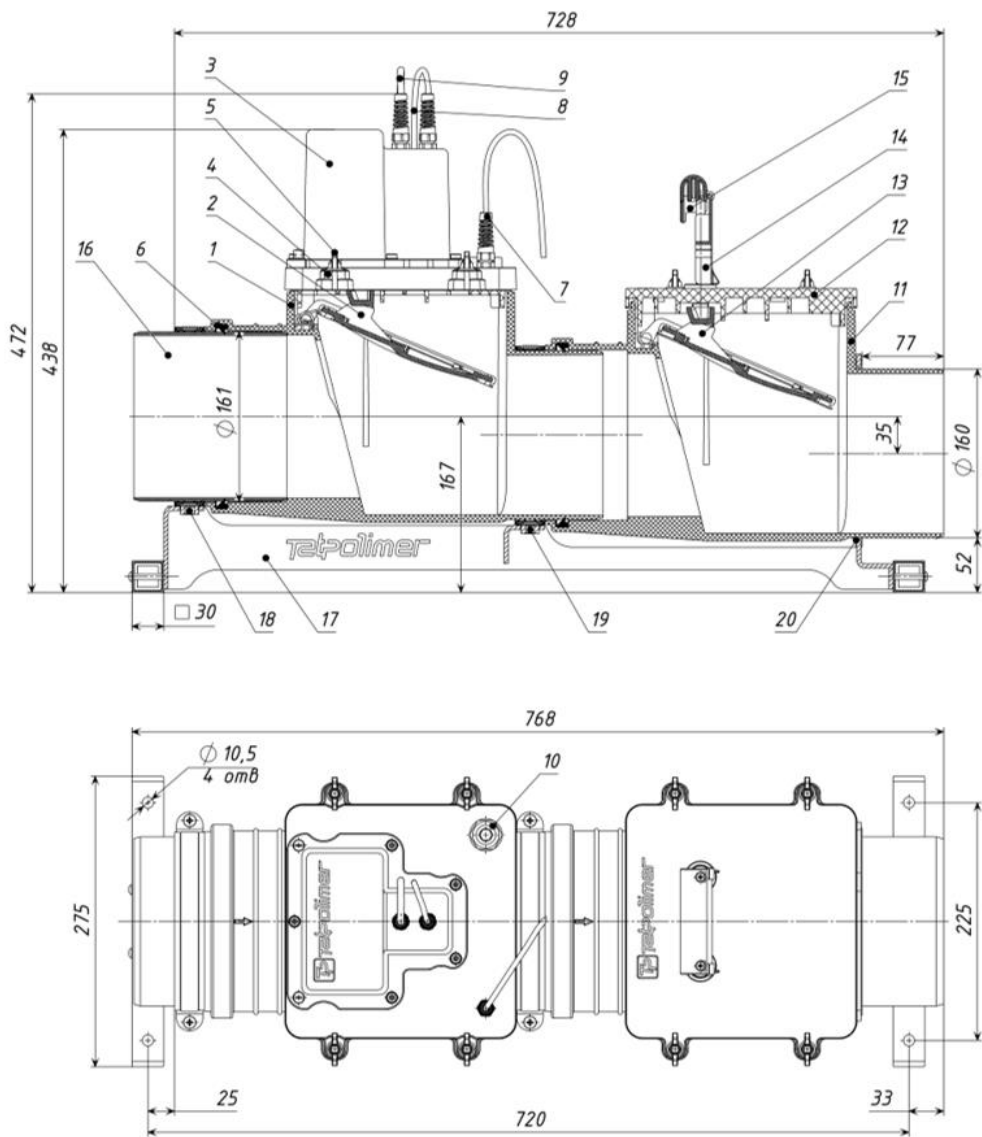
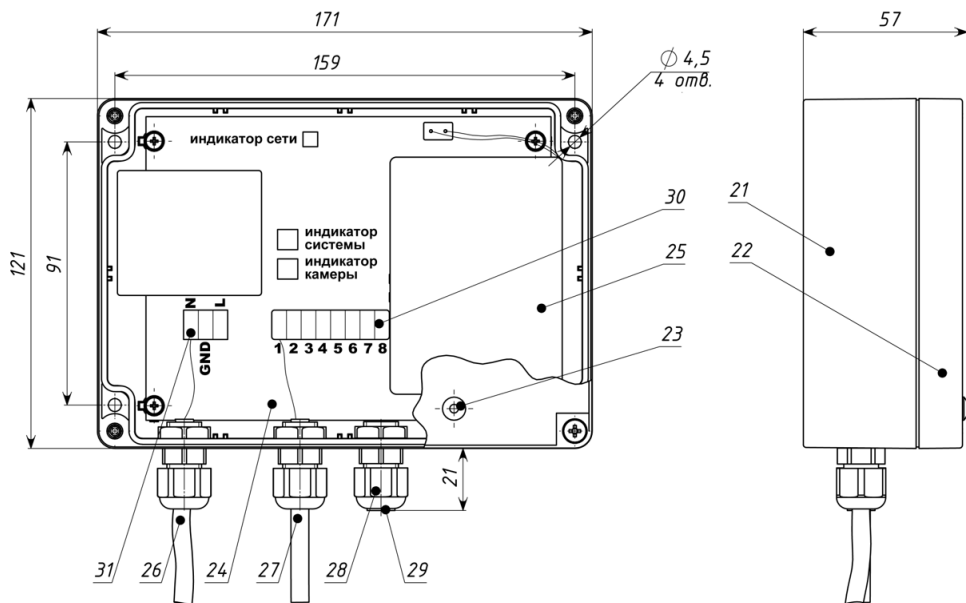
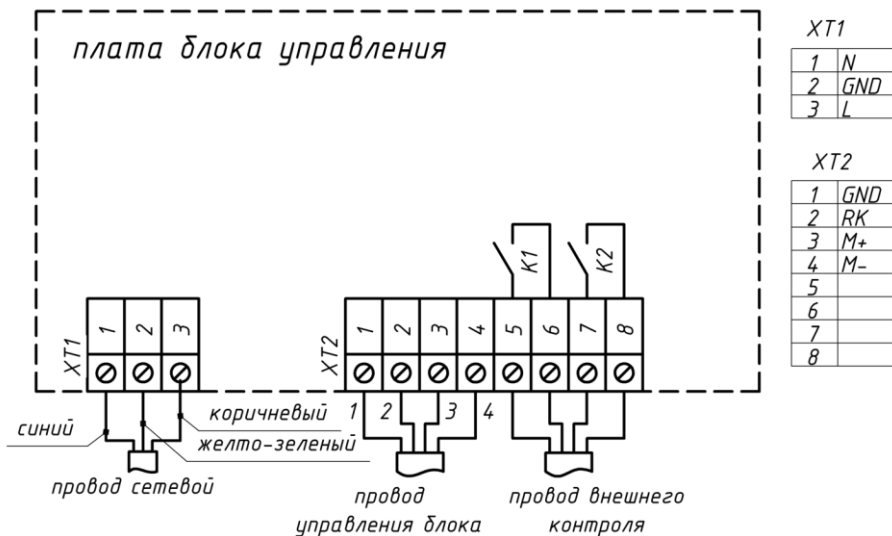

Рис. 1. Камеры на раме
Рис. 2. Блок управления
Рис. 3 Схема расположения контактов блока управления
Основные размеры приведены на рис. 1 и 2.
В состав камер затвора и рамы входят (рис. 1):
В состав блока управления входят (рис. 2):
Блок управления и камера с электроприводом электрически связаны между собой соединенными через разъем проводами 9 и 27 (рис. 1 и 2).
Система запирания затвора представляет собой две камеры, установленные последовательно и снабженные автоматическим электроприводом, а также ручным приводом с запирающими заслонками 2 и 13 (рис. 1). В **нормальном** режиме работы при отсутствии подтопления заслонки находятся в открытом положении. При этом на блоке управления (рис. 2) на индикаторе камеры сигналы отсутствуют, горят **зеленым** индикатор сети и системы. Контакты К1 и К2 (рис. 3) замкнуты.
Во время подтопления стоками выше 70% от внутреннего диаметра подающей трубы затвора, поступает сигнал с датчика 7 в блок управления. Микроконтроллер блока управления подает сигнал электроприводу на закрытие, заслонка 2 закрывается и перекрывает обратный ток стоков. На блоке управления при этом включается звуковой сигнал и загорается индикатор камеры сначала **синим** (обнаружение стоков), затем после закрытия – **красным** цветом (затвор закрыт). Контакты К1 (рис. 3) замкнуты, а контакты К2 разомкнуты.
В случае отключения электроэнергии устройство полностью сохраняет свою работоспособность в течение максимум 96 ч благодаря встроенному необслуживаемому аккумулятору. При этом на индикаторе сети сигнал отсутствует, индикатор системы горит **зеленым**, контакты К1 и К2 (рис. 3) разомкнуты. По мере разрядки аккумулятора на индикаторе системы (рис. 2) может периодически пульсировать или загораться **зеленый** цвет и подаваться звуковой сигнал.
Перед подсоединением затвора к канализационной магистрали нужно удалить транспортировочный патрубок 16 (рис. 1), отвернув для этого на переднем хомуте 18 два винта и снять верхнюю скобу хомута, затем подсоединить в место патрубка 16 канализационную трубу (компенсационный патрубок). После подсоединения затвора к канализационной трубе верхнюю скобу хомута 18 необходимо установить на место и надежно зафиксировать двумя винтами до плотного обжатия трубы. **Эксплуатация без закрепленной верхней скобы запрещена**, т.к. может привести к потере герметичности при подтоплении в результате смещения одной из камер затвора.
Для крепления блока предусмотрено 4 отверстия на корпусе 21 блока (рис. 2) диаметром 4,5 мм (крепеж в комплект поставки не входит). Провода 26 и 27 при установке блока на стене должны располагаться снизу. При монтаже необходимо учитывать, что длина провода сетевого – 3 м, а провода управления блока – 6 м.
1. Проверить от руки затяжку гаек-барашек 5 (рис. 1) электропривода 3 и крышки 12 (для удобства обслуживания, если необходимо, допускается замена гаек-барашек на гайки под ключ, входящие в комплект);
3. Проверить соединение розетки двухконтактного разъема провода 8 датчика привода (рис. 1) с вилкой датчика 7;
4. Проверить соединение вилки четырехконтактного разъема провода 9 управления привода (рис. 1) с розеткой провода 27 управления блока (рис. 2);
6. Вынуть аккумулятор 25 (рис. 2) из корпуса 21 блока и подключить двухконтактный разъем к ответной части на плате управления 24 (**соблюдать полярность при подключении**);
11. Дождаться зарядки аккумулятора в течении 6 ч (полная зарядка аккумулятора происходит в течение 48 ч, при этом на индикаторе системы (рис. 2) может периодически пульсировать или загораться **зеленый** цвет и подаваться звуковой сигнал);
1. Вынуть заглушку 23 крышки (рис. 2) на крышке 22 блока;
3. Дождаться, когда на блоке управления загорится индикатор камеры **красным** цветом (затвор закрыт) и включится звуковой сигнал (контакты K1 и K2 (рис. 3) остаются в том же состоянии, что и до входа в тестовый режим);
4. Закрыть ручную заслонку 13 (рис. 1) освободив фиксатор 14 и опустив рукоятку толкателя 15 вниз до характерного щелчка;
2. Вынуть заглушку 23 крышки (рис. 2) на крышке 22 блока;
4. Дождаться, когда на блоке управления загорится индикатор камеры **красным** цветом (затвор закрыт) и включится звуковой сигнал (контакты K1 (рис. 3) остаются в том же состоянии, что и до входа в тестовый режим, т.е. замкнуты, а K2 разомкнутся на время закрытого состояния затвора);
5. Дождаться, когда произойдет опрос датчика, и при обязательном условии отсутствия подтопления, электропривод 3 (рис. 1) откроет заслонку 2, а звуковой сигнал прекратится (контакты K1 и K2 (рис. 3) остаются в рабочем замкнутом состоянии);
6. Установить на место заглушку 23 на крышке 22 блока (рис. 2).
2. Отвернуть гайку с защитой от перегиба на датчике 7 (рис. 1) и вынуть датчик из посадочного места;
3. Вынуть заглушку крышки 23 (рис. 2) на крышке 22 блока;
5. Дождаться, когда на блоке управления загорится индикатор камеры **красным** цветом (затвор закрыт) и включится звуковой сигнал (контакты К1 и К2 (рис. 3) разомкнуты);
6. Дождаться, когда произойдет опрос датчика, и при обязательном условии отсутствия подтопления, электропривод 3 (рис. 1) откроет заслонку 2, а звуковой сигнал прекратится (контакты К1 и К2 (рис. 3) разомкнуты)
9. Установить на место заглушку 23 (рис. 2) на крышке блока 22;
10. Подключить блок управления к сети, вставив вилку провода сетевого в розетку 220 В (контакты К1 и К2 (рис. 3) замкнуты);
3. Дождаться, когда на блоке управления загорится индикатор камеры **красным** цветом (затвор закрыт) и включится звуковой сигнал (контакты К1 и К2 (рис. 3) остаются в том же состоянии, что и до входа в тестовый режим).